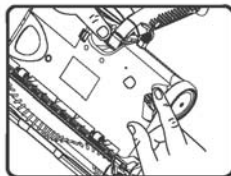

Fig. 16
3. Enfoncez l'onglet de verrouillage de la courroie et retirez la courroie (Fig. 16).